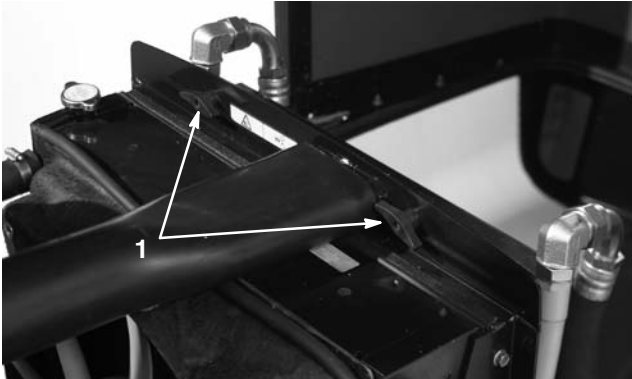

Bild 50
2. Entfernen Sie die Handräder (Bild 50), mit denen der Ölkühler am Rahmen befestigt ist.